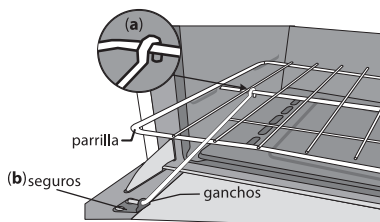

fig. 27
2. Colocar los ganchos en la parte intermedia de la parrilla. (fig. 27 a)
3. Inserte las puntas de los ganchos largos a los seguros localizados en el marco interno de la puerta. (fig. 27 b)